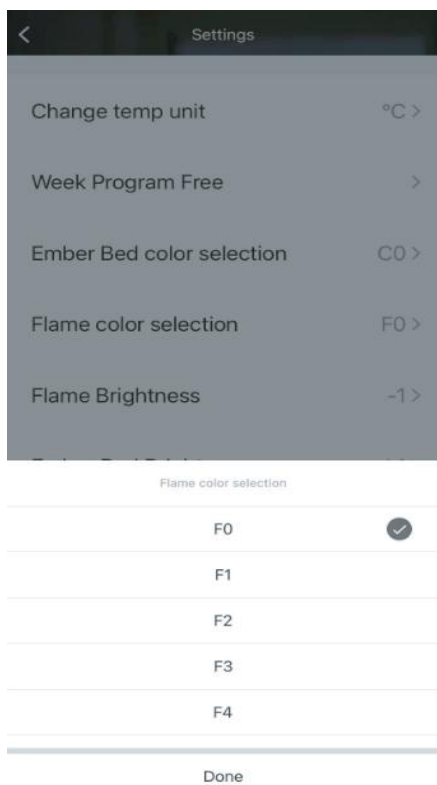

Abb. 12
7. Öffne die Glutbett-Farbwahl (Ember Bed Color Selection), dort kannst du aus insgesamt 8 Farben (F0–F8) wählen, wie in Abbildung 12 dargestellt.